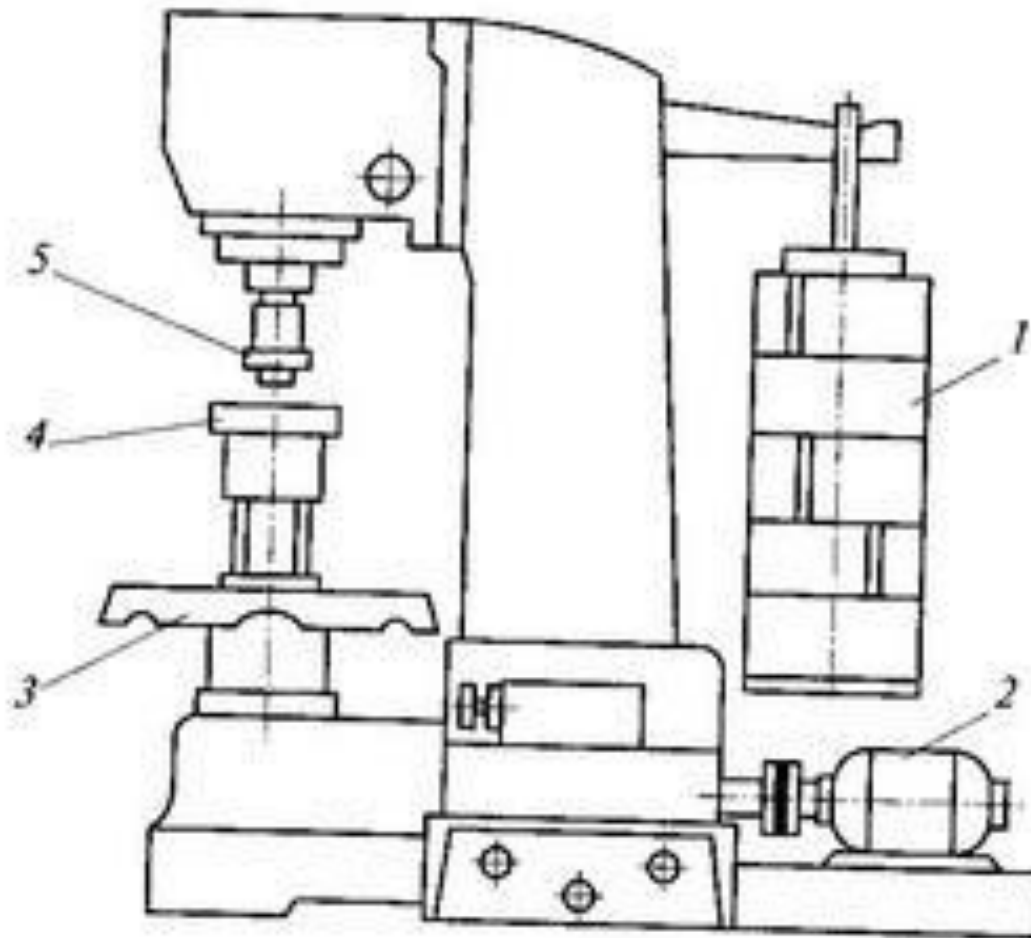
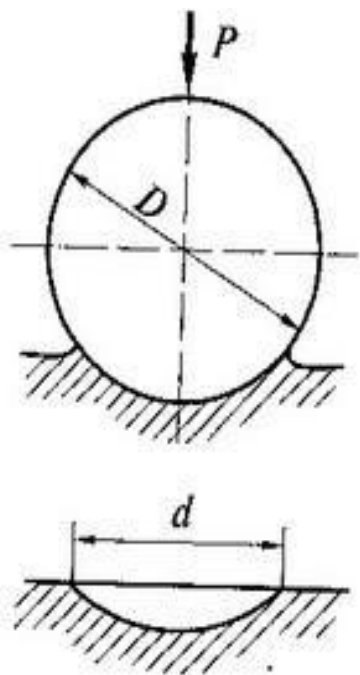

Рис. 3.8. Схема пресса Бринелля:
Рис. 3.9. Схема определения твердости по Бринеллю:
- В качестве индентора используется стальной закаленный шарик, который вдавливают в испытуемый образец на специальном прессе (рис.3.8). В результате на поверхности образца образуется отпечаток в виде сферической лунки (рис. 3.9). Диаметр отпечатка измеряют в двух взаимно-перпендикулярных направлениях с помощью микроскопа Бринелля — лупы со шкалой. *Число твердости* НВ, кгс/мм2, — это отношение приложенной нагрузки к площади поверхности отпечатка, его вычисляют по формуле  $HV = 2P/D[D - (D^2 - d^2)^{1/2}]$ , где  $P$  — прилагаемая нагрузка;  $D$  и  $d$  — соответственно диаметр шарика и отпечатка.